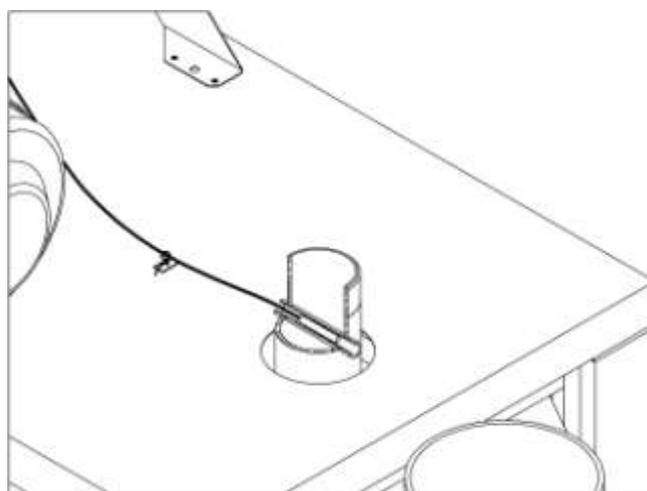

Рис.5
- установить датчик температуры котла и зафиксировать его при помощи хомутика (см. рис.5).